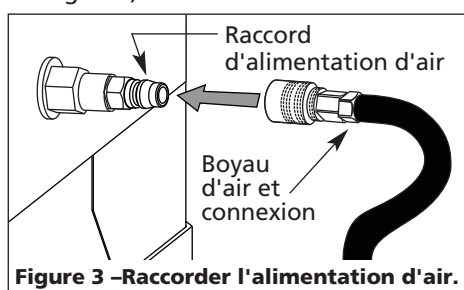

Figure 3 - Raccorder l'alimentation d'air.
- Brancher la source d'air (862 kPa max.) au raccord sur le côté de la cabine (voir Figure 3).